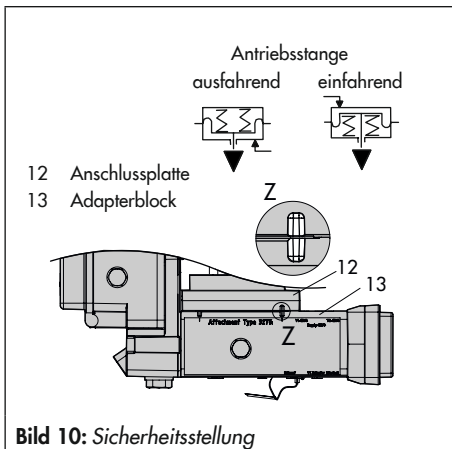

Bild 10: Sicherheitsstellung
- Schrauben (13.1) durch die mittigen Bohrlöcher des Adapterblocks (13) führen.
- Anschlussplatte (12) zusammen mit Dichtung (12.1) entsprechend der Sicherheitsstellung „Antriebsstange ausfahrend“ oder „Antriebsstange einfahrend“ auf die Schrauben (13.1) stecken. Es ist die Sicherheitsstellung aktiv, bei der die Nut von Adapterblock (13) mit der der
Anschlussplatte (12) übereinstimmt (Bild 10).
- Adapterblock (13) mit Anschlussplatte (12) mit Schrauben (13.1) am Antrieb montieren.